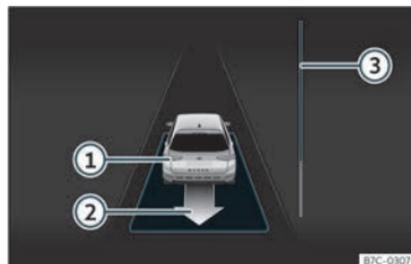

Fig. 182 Sur l'écran du combiné d'instruments : sortir d'une place de stationnement en créneau.
- Reculez jusqu'à ce que retentisse le signal continu du ParkPilot ; **OU** : reculez jusqu'à ce que l'indication de passer en marche avant apparaisse sur l'écran du combiné d'instruments. La barre de progression **>>>** **fig. 182**  indique la distance à parcourir **>>>** page 286.